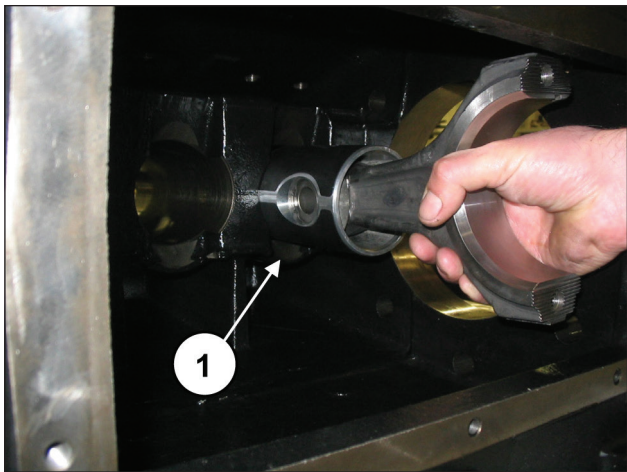

图33
（部件号①，图33）。
确保曲轴箱已彻底清洁后，将半连杆/活塞导承组件插入曲轴箱管内（部件号①，图33）。